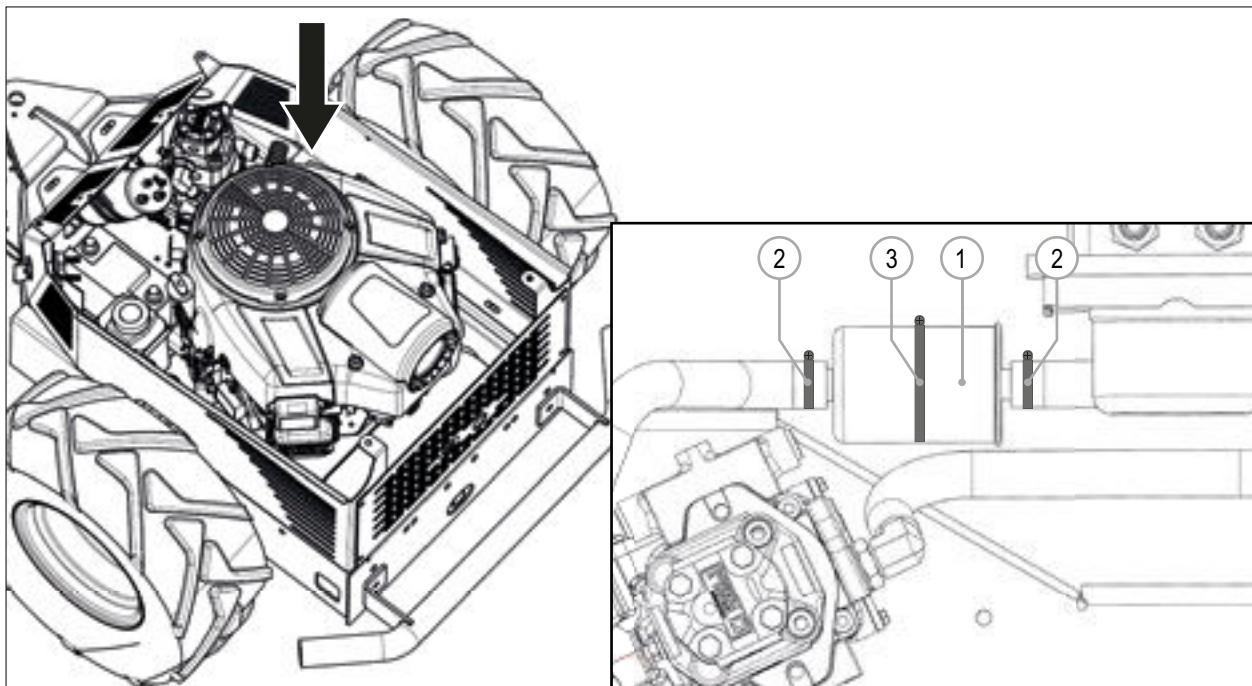

FIG. 34
4. Fjern den holder (FIG.34. – ref. 3) som fastholder filteret (FIG. 34 – ref. 1)
5. Løsn holderen (FIG. 34 – ref. 2) til de hydrauliske slanger
6. Udskift filteret (FIG. 34 – ref. 1) med et nyt originalt filter
7. Monter de hydrauliske slanger og fikser dem med holderen (FIG. 34 – ref. 2)